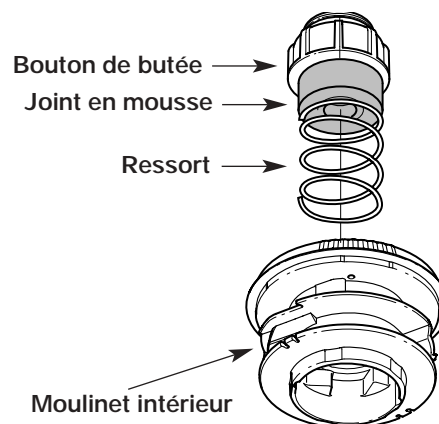

Fig. 24
1. Retirez le bouton de butée, le ressort et le joint en mousse en tournant le bouton de butée à gauche (Fig. 24).
2. Tirez le bouton de butée, le ressort et le joint en mousse (Fig. 24).
7. Placez le bouton de butée, le ressort et le joint en mousse dans la bobine extérieure (Fig. 24).